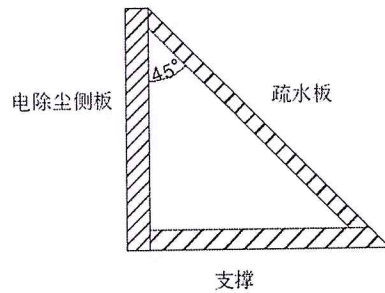

图 1：疏水板样式
4.3.2 焊接要求：在焊接前，投标方必须将侧板、支撑管件焊接部位彻底清理，打磨出金属光泽，方可进行焊接。焊接时需将焊接钢板和支撑件、电除尘侧板进行满焊，保证焊缝严密，焊缝满足设备严密性要求，焊接工艺应符合《DL/T 869—2012 火力发电厂焊接技术规程》标准要求，投标方需确保焊缝质量，确保焊缝质量不因投标方原因而出现问题。疏水板底部需增加支撑，支撑每间隔 1 米安装焊接一段，具体安装样式图 1 所示。